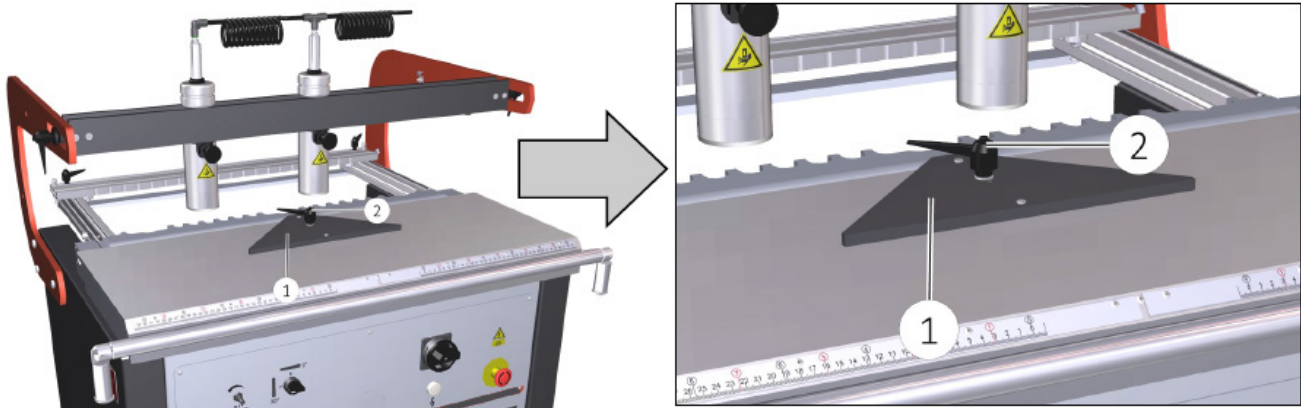

Abb.7-6: Verwendung des Dreiecks für 45°-Rahmen (Optional)
- ➔ Das Dreieck (Pos. 1, Abb. 7-6) auf dem Tisch in den Referenzlöchern befestigen und mit dem Hebel (2) im mittleren Loch festklemmen.